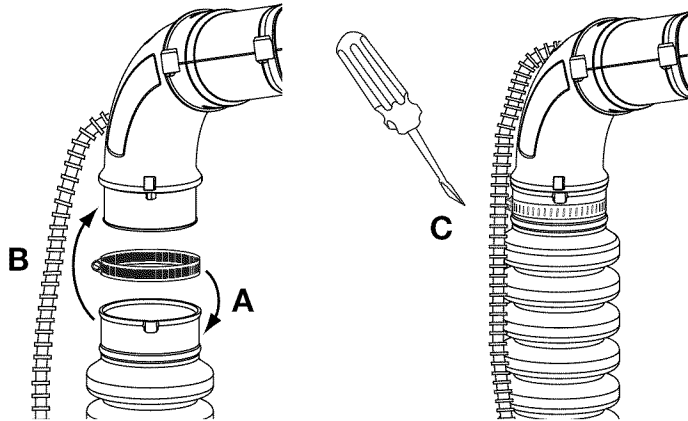

Fig. 1
1. Coloque una abrazadera de manguera sobre el extremo del tubo flexible (Fig. 1, A).
2. Deslice el extremo del tubo flexible con la abrazadera colocada sobre la boquilla de la caja de impelente (Fig. 1, B).
3. Apriete el tornillo situado en la abrazadera de la manguera para asegurar el tubo flexible a la boquilla de salida del impelente (Fig. 1, C).